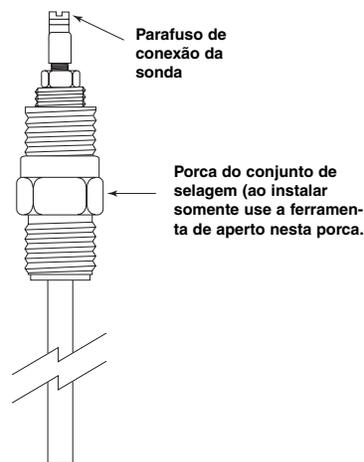

Figura 1
1. Rosqueie a sonda na conexão de montagem do vaso. Aperte com firmeza **EXCLUSIVAMENTE** na porca de montagem. Veja a figura 1.
3. Remova a tampa do invólucro. Localize o fio branco no qual é conectado o terminal(+) da sonda. Veja a Figura 3. Conecte a parte livre deste fio ao parafuso da conexão da sonda. Veja a Figura 1.
1. Rosqueie a sonda na conexão de montagem do vaso. Aperte com firmeza, certificando-se que o aperto seja feito EXCLUSIVAMENTE na porca de montagem. Veja a figura 1.